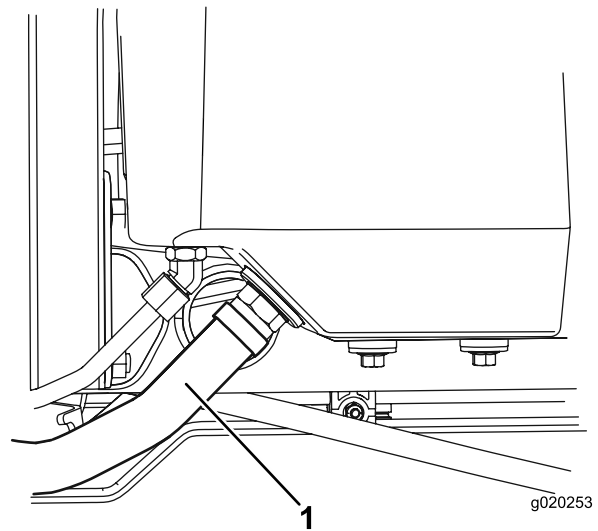

図 94
2. タンクから大きい油圧オイルホース **図 94** を外し、流れ出すオイルを容器に受ける。